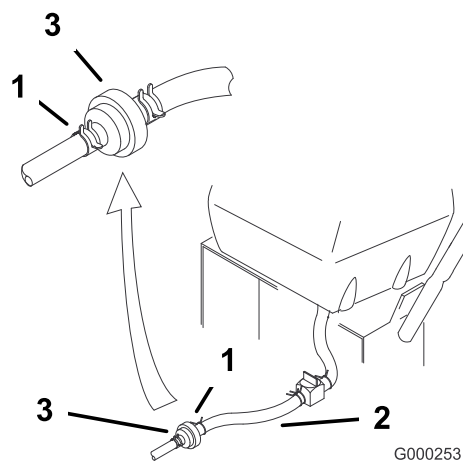

Рисунок 32
4. Сожмите концы шланговых хомутов и отодвиньте их от фильтра (Рисунок 32).